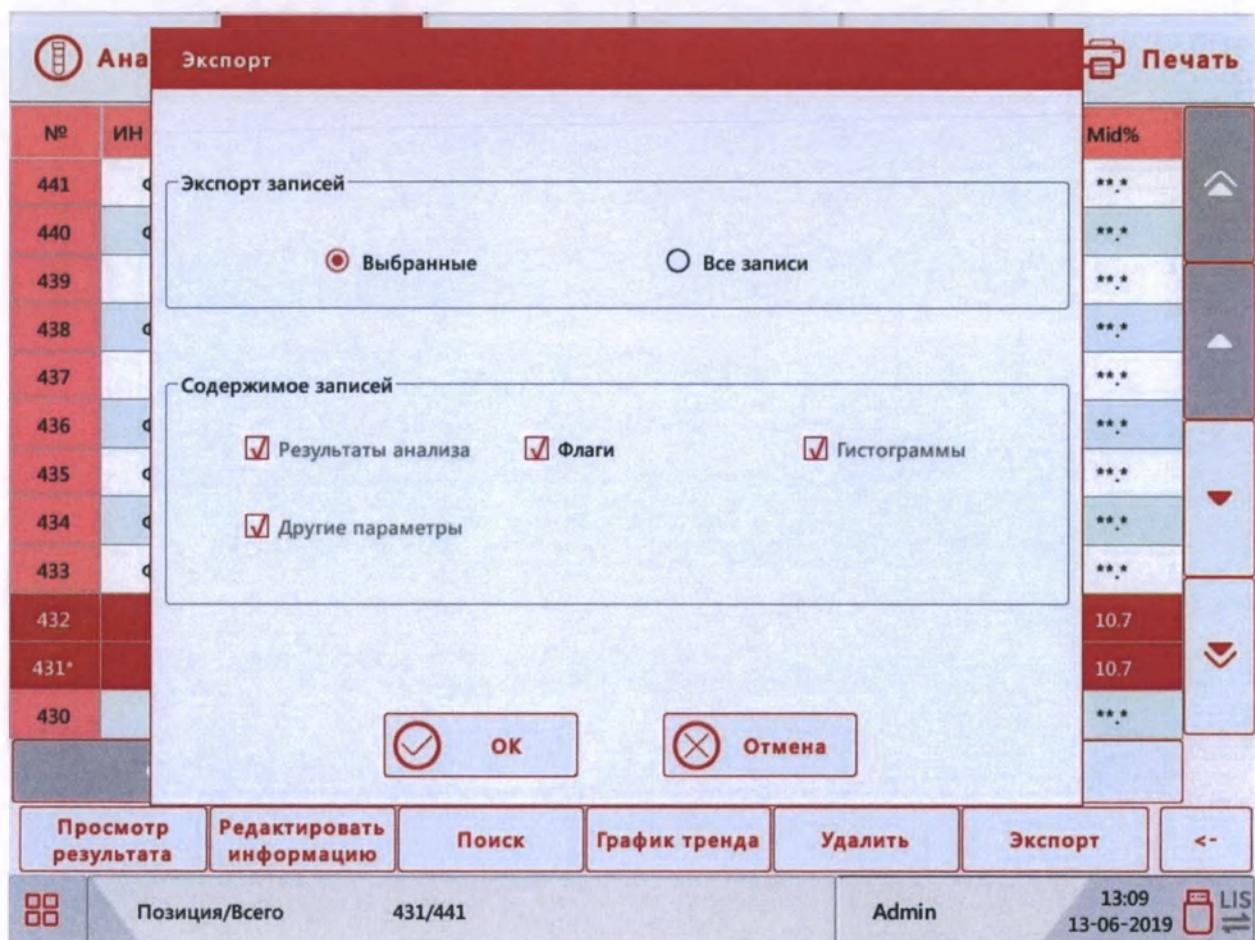

Рис.6.2-9 Окно выбора записей для экспорта
- 2) Нажмите кнопку **«Экспорт»**, и на экране появится следующее окно (Рис.6.2-9).